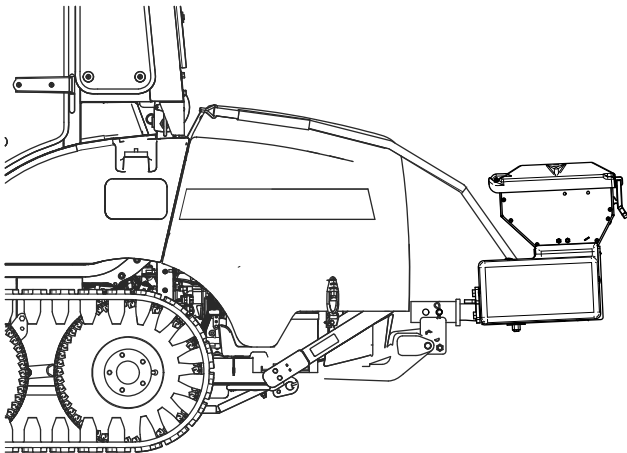

Bild 25
1. Verbinden Sie die Streuerkupplung mit der Fahrzeugkupplung und richten Sie die zweite Befestigungsöffnung an der Streuerkupplung mit der Öffnung in der Fahrzeugkupplung aus (Bild 25).